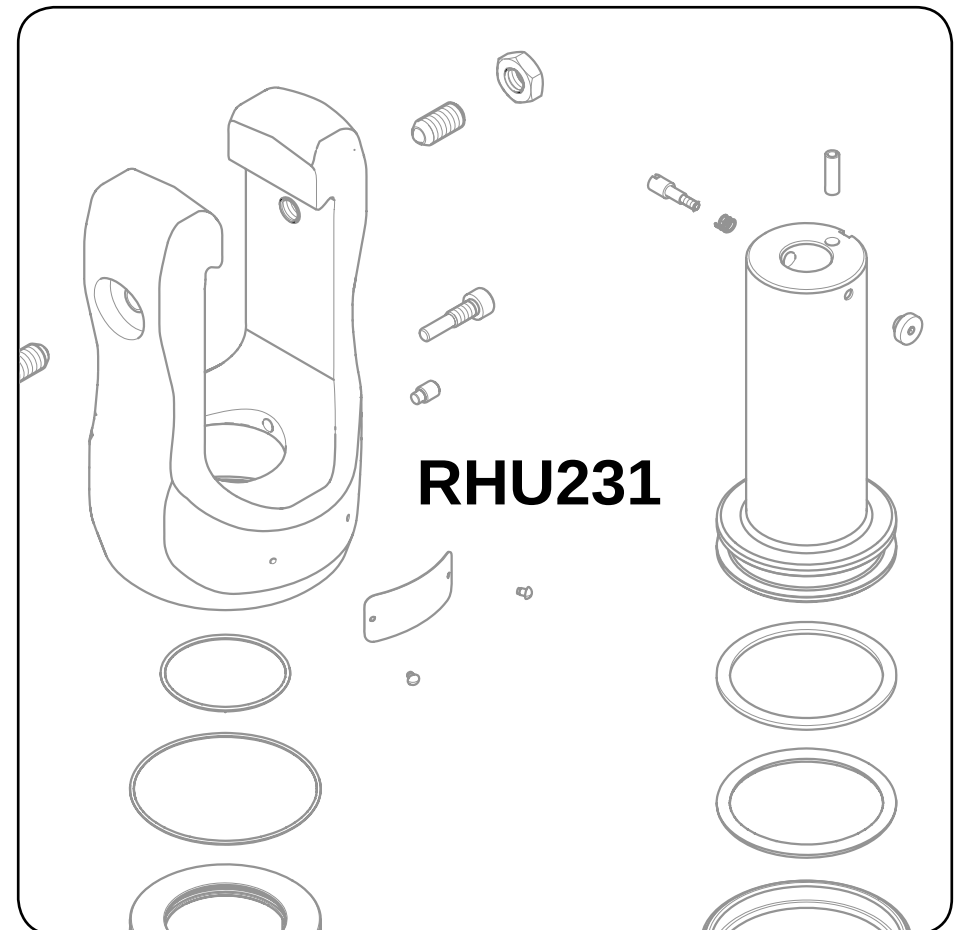
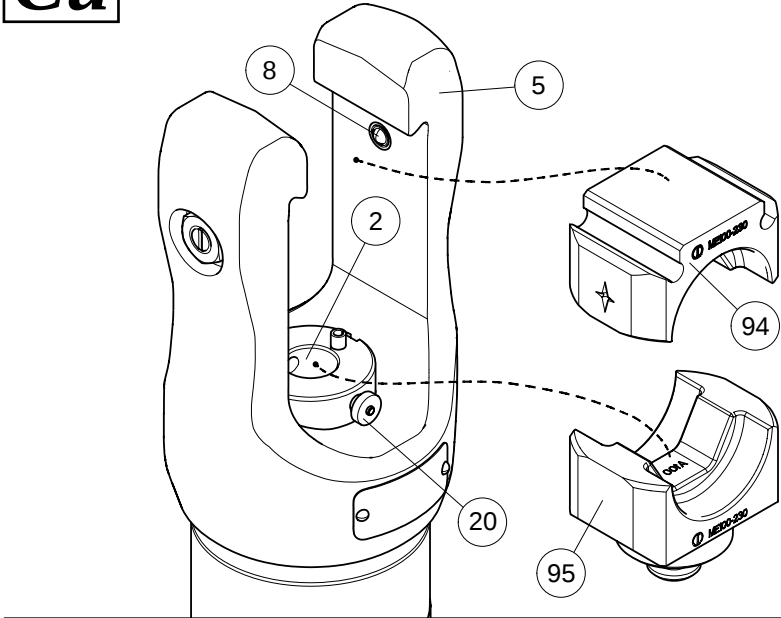
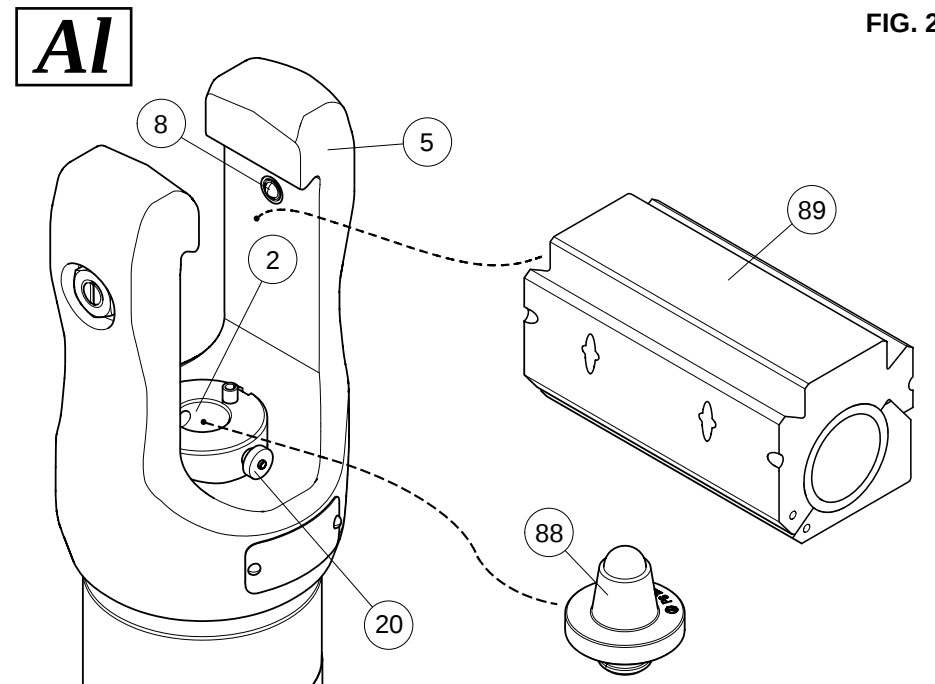
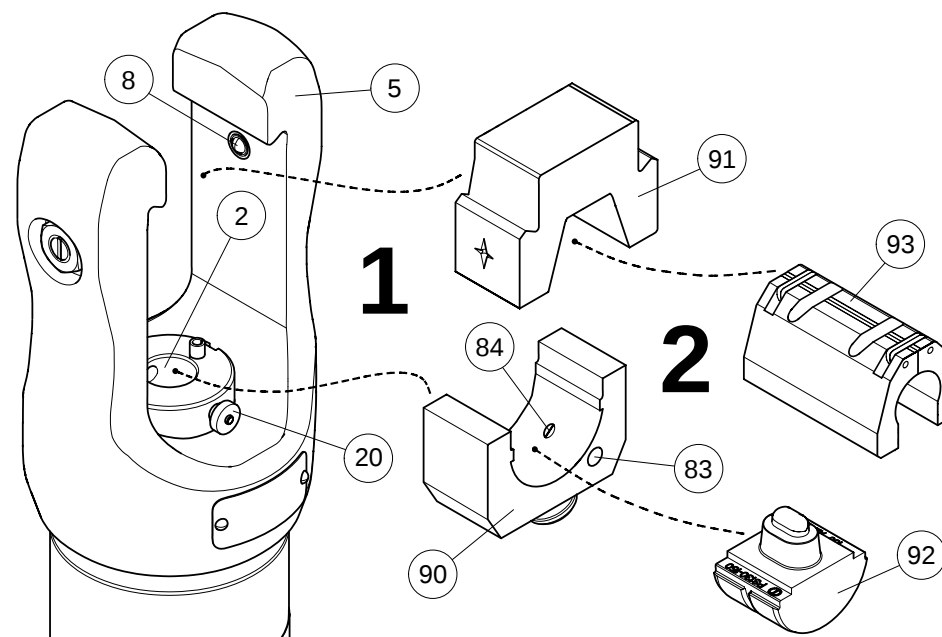

FIG. 4
FIG. 5
FIG. 2
FIG. 3
6. USE ON CONNECTORS ON COPPER CABLES (Ref. Figs. 4 and 5)
6.1.1) Special dies (Ref. Fig. 4)
- Locate the lower die (95) into the seat of the ram (2) by pulling knob (20).
- Insert the upper die (94) into the fork (5) and lock it into the operating position (when grub screws (8) on the arms of the fork correspond with the grooves on the sides of the die).
6.1.2) Semi-circular dies (Ref. Fig. 5)
- Insert the lower part of the adaptor **AU231-130-C** (96) into the seat of the ram (2) by pulling knob (20).
- Insert the upper part of the adaptor **AU231-130-C** (96) into the fork (5) and lock it into the operating position according to the knobs (8) on the arms of the fork correspond with the grooves on the sides of the adaptor.
- Insert one of the two semi-circular dies (97) into the lower part of the adaptor by pressing button (80) and sliding it until it is blocked by the pin (81).
- Insert the other semi-circular die into the upper part of the adaptor by pressing the button (82) and sliding it until locked.
- Utilisée avec l'adaptateur **AU231-130-C** (voir fig. 5), la tête **RHU231** peut employer toutes les matrices à enclenchement semi-circulaires communes aux outils **Cembre** de la série à 130 kN pour la compression de connecteurs pour conducteurs en général de 400 mm² (800MCM) maxi et pour les câbles en aluminium de 300 mm² (600MCM) maxi. Des adaptateurs appropriés permettent également d'utiliser toute la gamme de matrice de mise au rond et des matrices communes aux outils **Cembre** de la série 130 kN réalisant un poinçonnage profond, matrice fermée, sur câbles aluminium de 240 mm² maxi (voir tab. **A** et **B** et fig. 3).
- L'emploi de matrices spécifiques à empreinte hexagonale permet de comprimer des connecteurs pour conducteurs en général de 630 mm² (1250MCM) maxi; (voir fig. 4). Une gamme de matrices en configuration fermée permet enfin de comprimer des connecteurs pour conducteurs en aluminium de 500 mm² (1000MCM) maxi; (voir tab. **A** et **B** et fig. 2).
4. EMPLOI SUR CONNECTEURS POUR CABLES EN ALUMINIUM D'UNE SECTION DE 300, 400 et 500 mm² (Réf. à Fig. 2)
5. EMPLOI SUR CONNECTEURS POUR CABLES EN ALUMINIUM D'UNE SECTION DE 16 A 240 mm² (Réf. à Fig. 3)